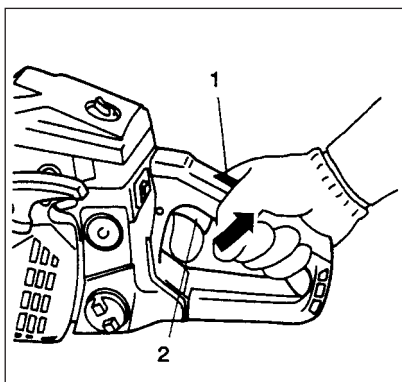

Fig. 2-4B
4. Quando sentir que o motor quer arrancar, puxe do gatilho do acelerador (4) com o travão de segurança engatado (2). Isto faz passar o acelerador da posição de arranque para a posição de motor em marcha. O manipulo do ar volta automaticamente à posição de motor em marcha. (Fig. 2-4B)